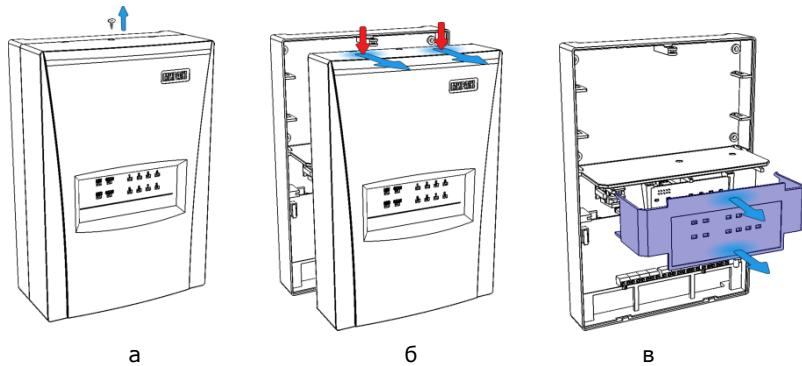

Рис. 5.8. Демонтаж корпуса контроллера
2. Снимите крышку контроллера. Для этого сначала выкрутите винт (рис. 5.8 а), затем нажмите на защелки и отсоедините от основания крышку контроллера (рис. 5.8 б), а затем отсоедините крышку панели индикации (рис. 5.8 в).